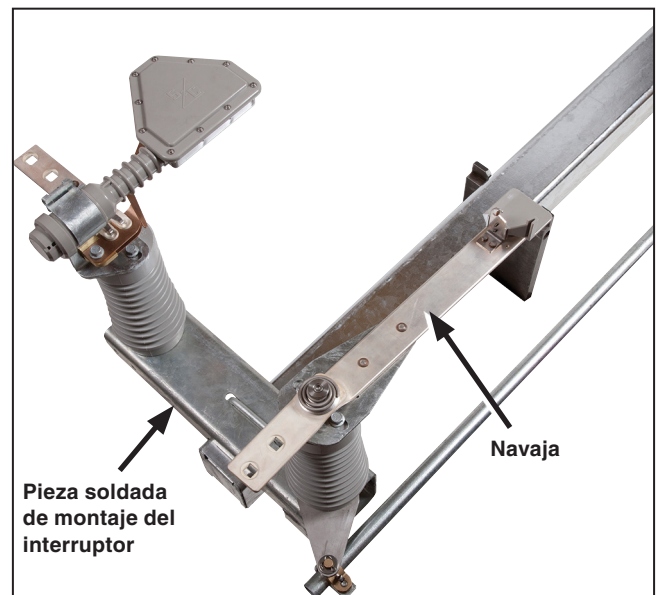

Figura 21. Navaja a 90° de la posición de la base del interruptor.
- (b) Mientras la palanca operativa esté en la posición lo más alejada posible en la dirección de apertura, las navajas del seccionador interruptor deben quedar a 90° de la posición de **Cerrado** (perpendicular a la pieza soldada del montaje del interruptor). Ver Figura 21.